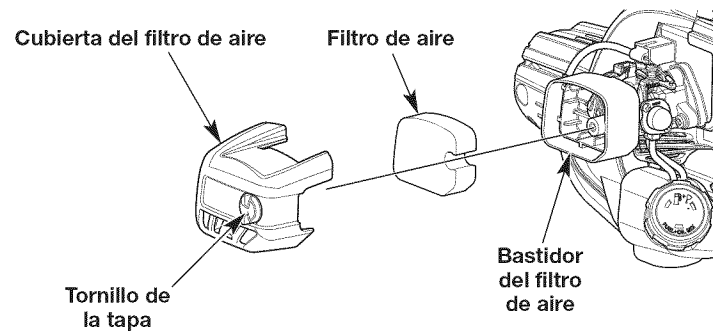

Fig. 21
1. Abra la tapa del filtro de aire desenroscando el tornillo correspondiente (Fig. 21).
2. Saque el filtro de aire del interior de la caja (Fig. 21).